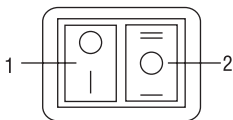

Рисунок 2. Панель управления 32.13
1. Установите клавиши (см. рис. 2 и 3) включения вентилятора и режимов в положение отключено (0).
1. Включение. Установить клавишу (поз. 1, рис. 2) включения вентилятора в положение «I», при этом начинает работать вентилятор и загорается подсветка клавиши.
1. Включение. Включить тепловую пушку в режиме вентиляции (см. предыдущий пункт). Для работы в режиме 1 установить клавишу (поз. 2, рис. 2) включения режима 1 в положение «I», при этом загорается подсветка клавиши, и тепловая пушка работает с включением электронагревательных элементов на часть мощности. Для работы в режиме 2 необходимо установить клавишу (2) включения режима в положение «I», при этом загорается подсветка клавиши, и тепловая пушка работает с включением электронагревательных элементов на полную мощность.
2. Выключение. Переключить последовательно клавишу (2) переключения режимов в положение «0», при этом подсветка клавиши погасает. Дать поработать тепловой пушке в режиме вентиляции (режим 0) не менее 30 секунд для охлаждения электронагревательных элементов. Выполнить отключение прибора, переведя кнопку включения (1).